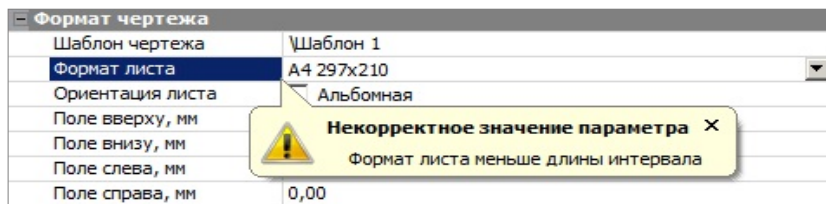

Рис. 11.13
**На заметку** Если размер листа недостаточный для размещения профиля, система выдаст предупреждение (рис. 11.13).